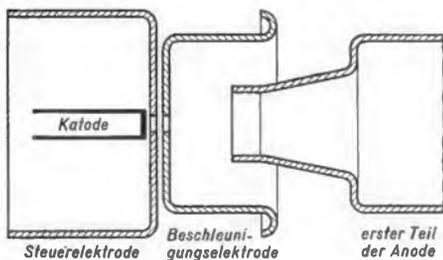

Bild 4. Die der Katode benachbarten Elektroden dienen der Strahlerzeugung
1. Elektronenkanone – Erzeugung des Elektronenstrahls (Bild 4)